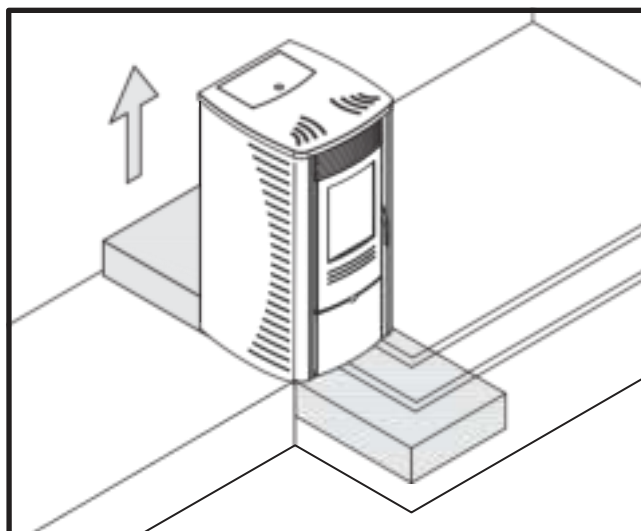

FIG. 5
- Laat een leiding door buizen leiden naar de installatieruimte (fig. 5)